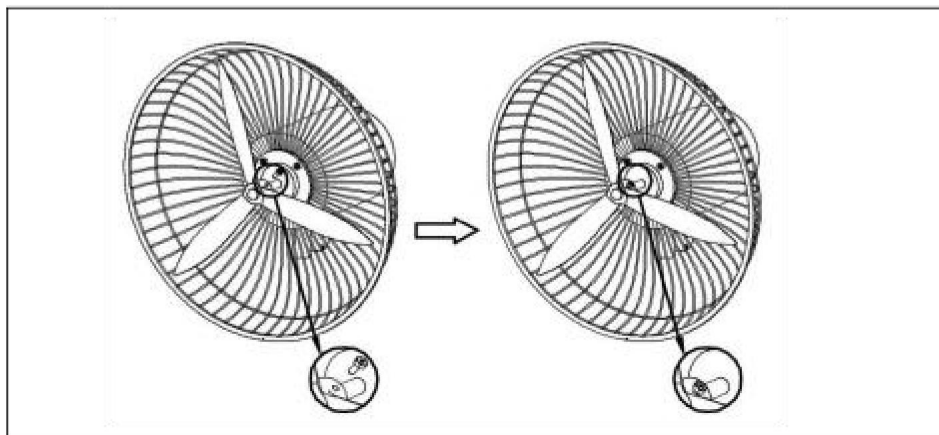

Fig.6.
- 2). Instale las aspas del ventilador (14) en el eje del motor y luego bloquee el tornillo de las aspas (16). Consulte la (Fig.6).